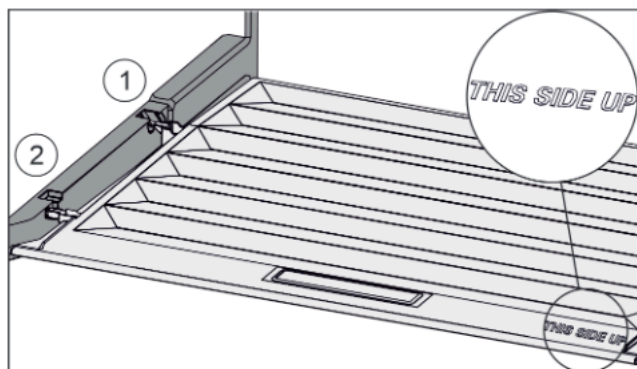

Fig. 39
- ▶ Inserire le nervature del coperchio attraverso l'apertura del supporto posteriore Fig. 39 (1) e innestare anteriormente nel supporto Fig. 39 (2).